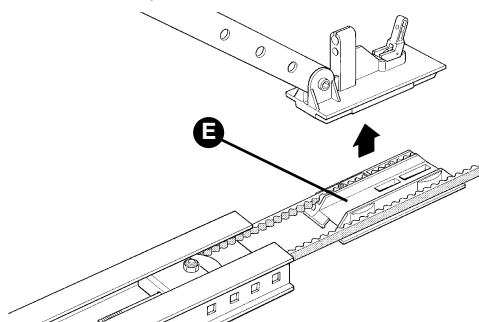

Figura 27
- 2** Far scorrere fino a metà guida il rinvio tendi cinghia **[E]**, come in figura 27, ed estrarre completamente il carrello.